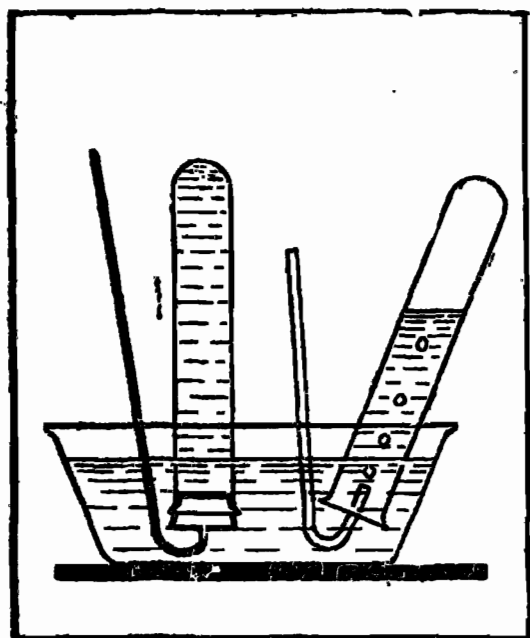

Рис. 4. Использование железного прутка с пробкой.
Этот же опыт можно провести в пробирках. В одну пробирку налейте раствор хлорида кобальта (II). Во вторую — к раствору хлорида кобальта прилейте раствор аммиака до образования раствора грязно-желтого цвета. В обе пробирки долейте воду до краев и закройте их пробками. Целесообразно использовать пробки на железном прутке (рис. 4). Далее пробирки переверните и поместите их в кристаллизатор с водой (в химический стакан). Пробки откройте под водой и наполните пробирки до $1/2$ объема кислородом, после чего вновь пробирки закройте пробками и сильно встряхните. В пробирке, в которую добавили раствор аммиака, образуется коричневый раствор комплексного соединения кобальта (III).